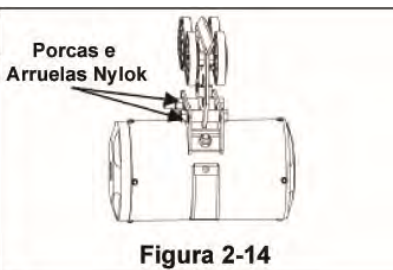

Figura 2-14
- Etapa 4. Instale duas (2) porcas M16 x 2,0 Nylok e arruelas M16 nos parafusos de montagem. (Ver Figura 2-14)